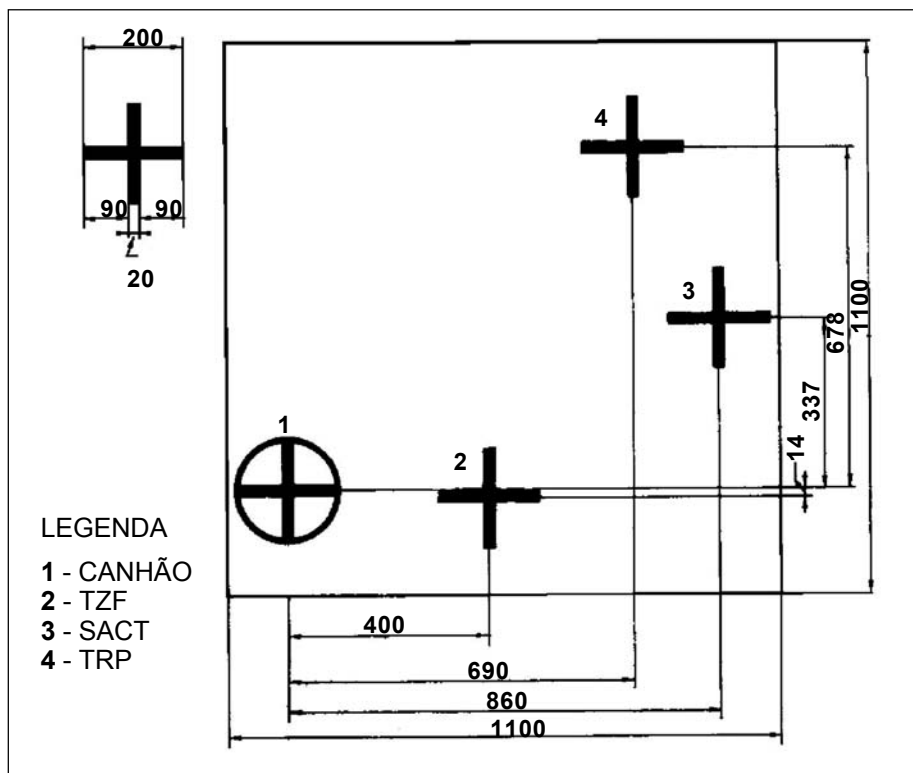

Fig 7-34. Painel para a regulagem de urgência (medidas em milímetros)
- (1) colocar o CC em local plano;
- (2) colocar o painel (Fig 7-34) de alinhamento o mais longe possível, de forma a ficar perpendicular ao eixo da alma do tubo. De preferência, o ângulo de sítio deve ser zero. Caso necessário, o painel pode ser iluminado;
- (3) colocar o CC nas condições para o alinhamento;
- (4) colocar a luneta de alinhamento e regular a colimação; e
- (5) colocar o SACT em "SIMBL" e "DIST MAN" 1000 M.